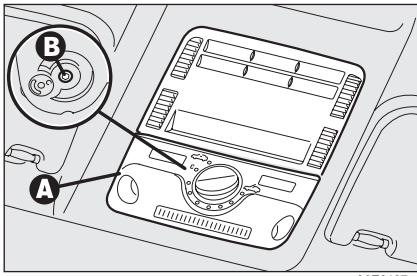

fig. 89
- presione en correspondencia a las ranuras de la lámpara de techo para soltar los ganchos y quite la lámpara anterior **A**-fig. 89.